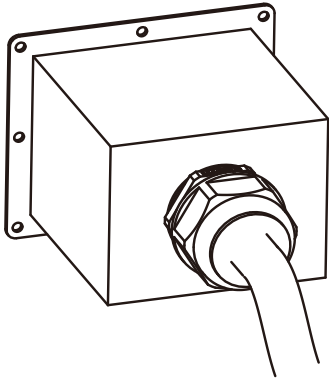

Рис. 5.11 Затягування розподільної коробки змінного струму
3) Прикрутіть кришку підключення змінного струму назад до корпусу і затягніть всі гвинти, щоб затягнути водонепроникний захисний роз'єм, як показано на Рис. 5.11.